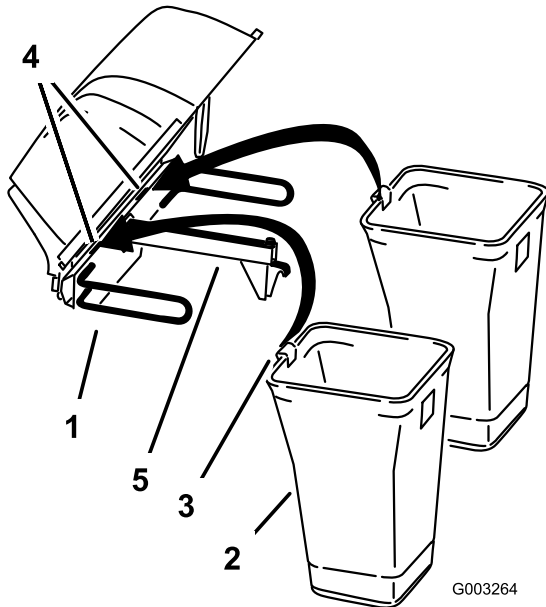
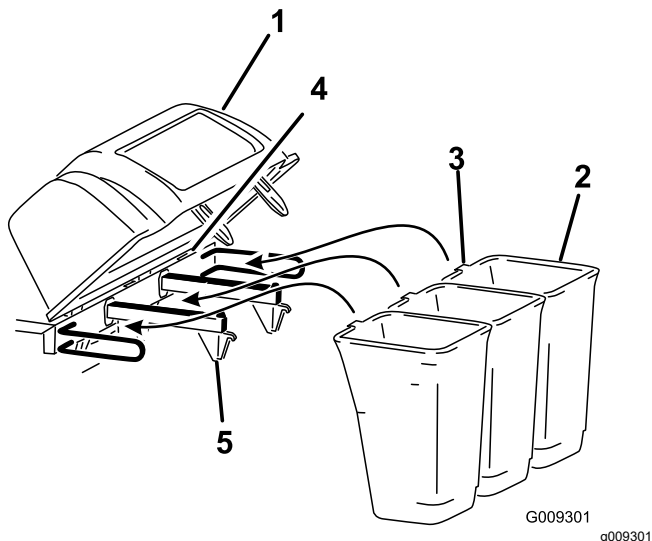

Figura 7
Figura 8
6. Instale el gancho de la bolsa en la muesca del capó (Figura 7 o Figura 8).